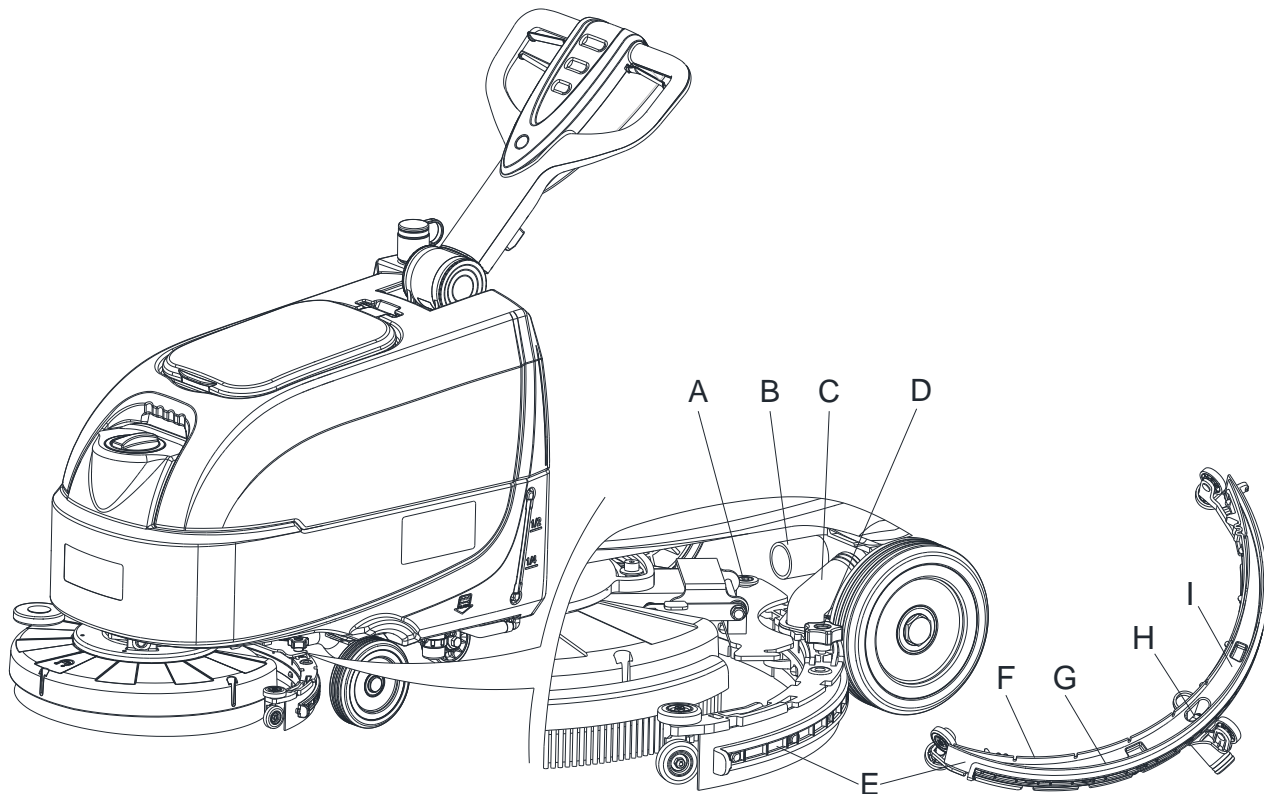
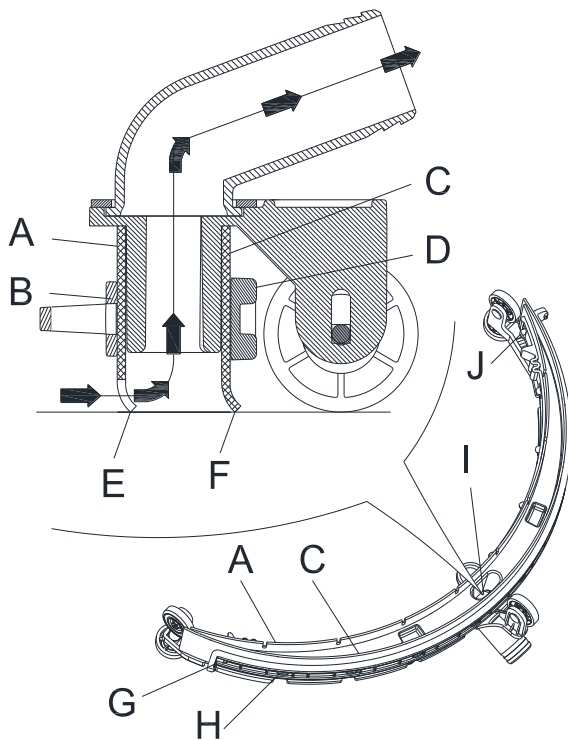

Figura 2
Figura 3
18. Controllare che la gomma anteriore (A, Figura 3) e la gomma posteriore (C) siano integre e non presentino tagli e lacerazioni, altrimenti sostituirle, come indicato di seguito. Controllare anche che la gomma posteriore abbia lo spigolo anteriore (F) non consumato; altrimenti rovesciare la gomma stessa, portando al suo posto uno degli altri tre spigoli che è ancora integro. Se anche gli altri spigoli sono logori, sostituire la lama seguendo la seguente procedura:
- Utilizzando la linguetta (G), svincolare e rimuovere la bandella elastica (D) dai ritegni (H), quindi rovesciare o sostituire la gomma posteriore (C).
- Montare la gomma posteriore nell'ordine inverso rispetto allo smontaggio. Fissare la bandella elastica (D) ai ritegni (H) partendo da un lato. Per agevolare la procedura di fissaggio, fissare i ritegni uno alla volta, bloccando con una mano la bandella prima del ritegno e tirandola con l'altra mano.
- Rimuovere la bandella di fissaggio (B) disimpegnandola dai ritegni (J).
- Sostituire (o rovesciare) la gomma anteriore (A), quindi rimontare la bandella di fissaggio (B).
19. Installare il tergitoro (E, Figura 2) e avvitare la manopola (D, Figura 2).
20. Collegare il tubo di aspirazione (B, Figura 2) al connettore del tergitoro (C, Figura 2).